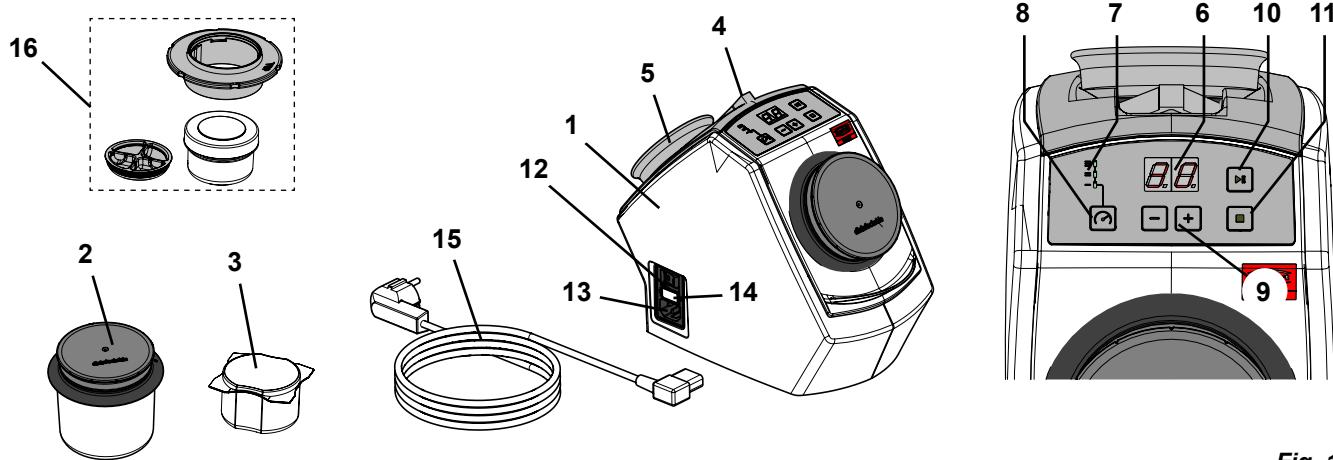

Fig. 1
- L'aimant de maintien (Fig. 1, Pos. 5) contient du plomb.
- ⇒ Mettez en place la pince cijointe et l'aimant de maintien dans le logement situé au dos de l'appareil (Fig. 1).
- ⇒ Veuillez choisir le câble électrique (15, Fig. 1) correspondant aux prises de courant présentes dans votre pays.
- ⇒ Brancher le câble d'alimentation (13, Fig. 1) sur la prise de raccordement au secteur de l'appareil.
- ⇒ Mettre en marche l'appareil en appuyant sur l'interrupteur (12, Fig. 1).
- ⇒ Verser 75 g d'aiguilles de nettoyage (ce qui correspond à une unité d'emballage) dans le bol de nettoyage (2, Fig. 1).
- ⇒ Verser ~ 5 g d'aiguilles de nettoyage dans le mini-bol SYMPRO (accessoires) (16, Fig. 1)